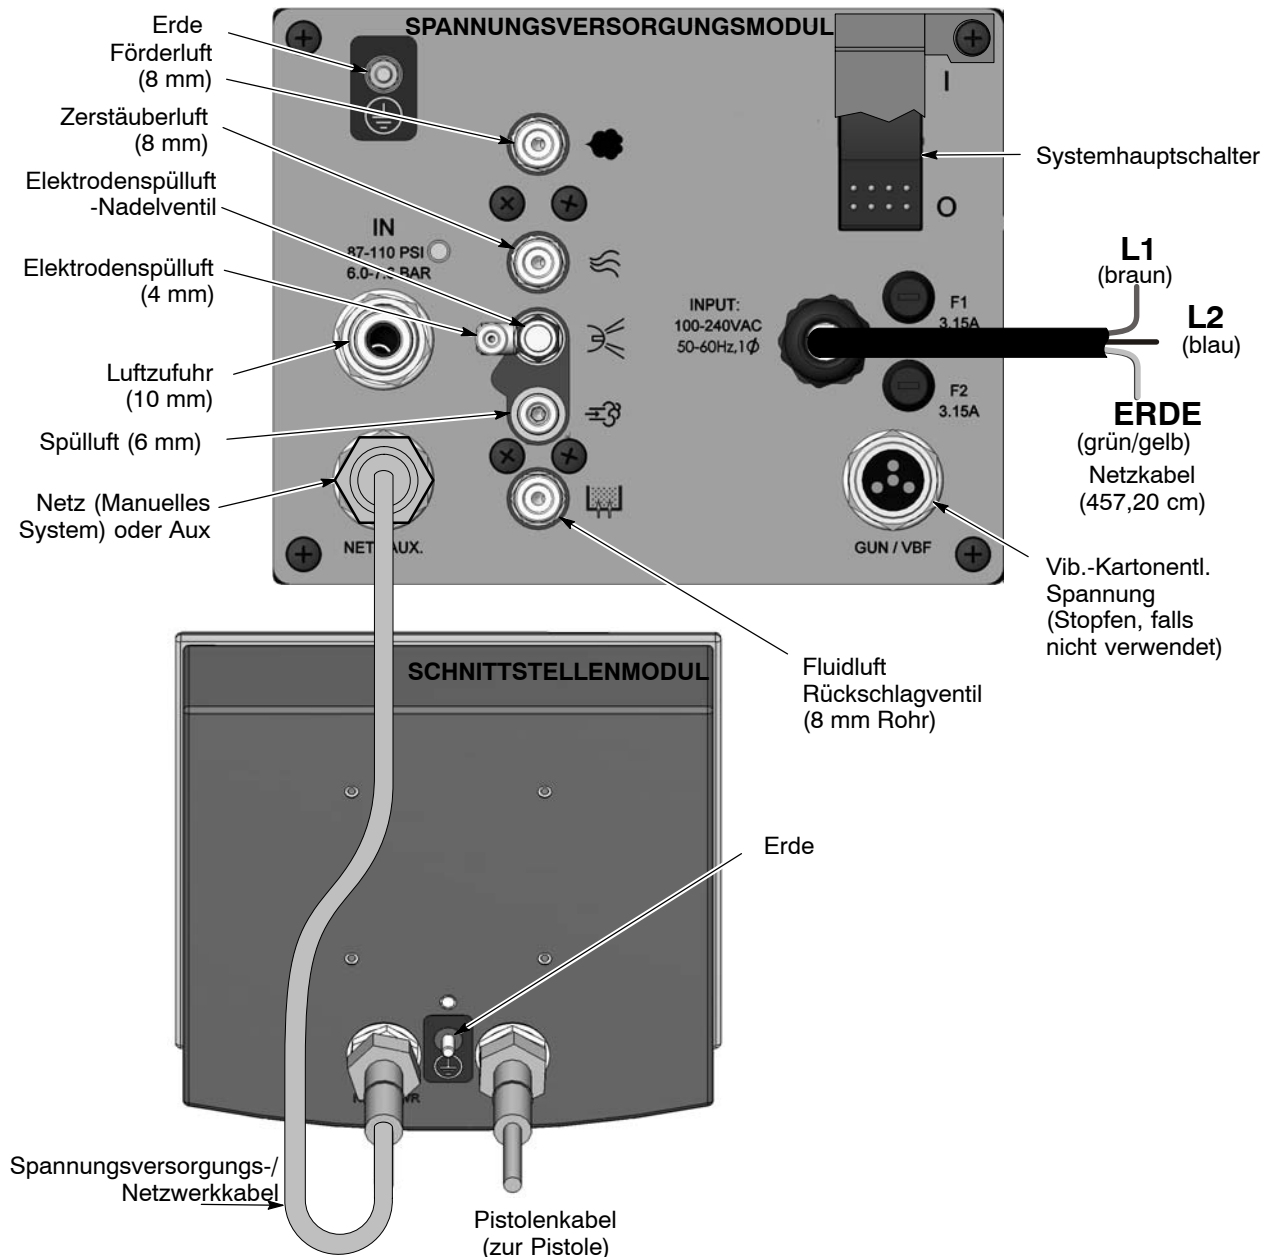

Abb. 2-3 Anschlüsse, Encore Pistolensteuerung
1. Siehe Abbildung 2-3. Das Kabel an die Buchse am Schnittstellenmodul anschließen. Kabelstecker und Buchse sind formcodiert.